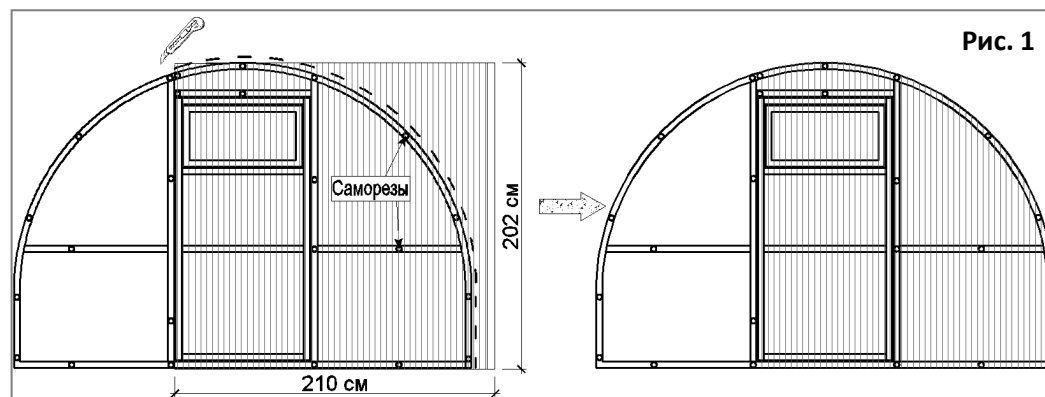

Рис. 1
5.1.2. Наложите одну из частей поликарбоната (202х210 см) на торец как показано на рис. 1. Соты поликарбоната должны располагаться по вертикали. Выровняйте его со всех сторон и закрепите саморезами по деталям торца, согласно просверленным отверстиям. Обрежьте поликарбонат ровно по дуге.